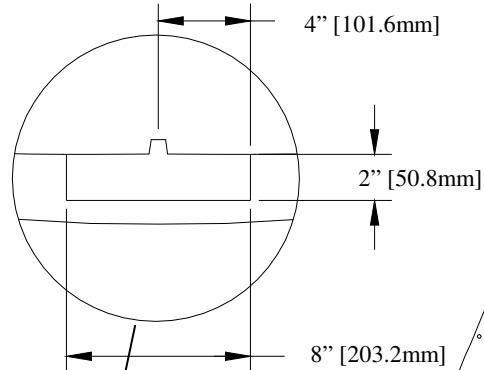

Figura 5
6. Recorte la placa protectora usando un cuchillo utilitario. Localice el centro inferior de la placa protectora, marque 4" de ancho de lado a lado x 2" de alto. (en total 8" de ancho X 2" de alto) (Figura 5) Es necesario recortar la placa protectora. Obtenga la aprobación del propietario antes de cortar